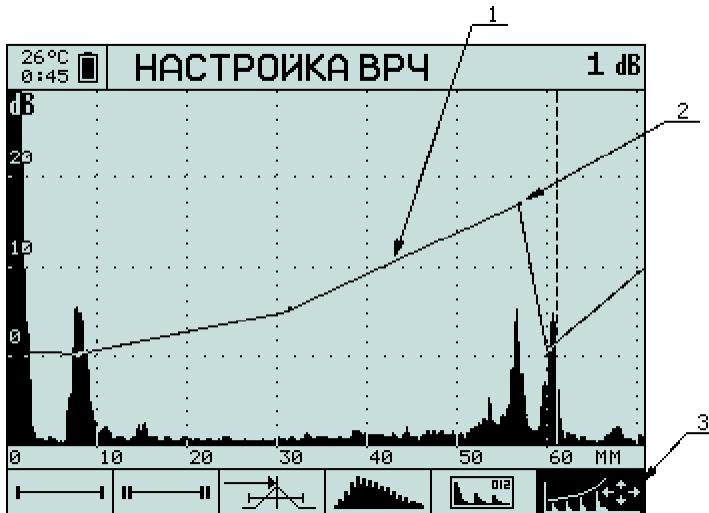

Рисунок 5.24 – Экран прибора при настройке ВРЧ: 1 – кривая ВРЧ; 2 – узловые точки ВРЧ; 3 – активная пиктограмма
5.10.10 Нажмите « MENU». Появится режим «НАСТРОЙКА ВРЧ», пиктограмма  изменится на  (рис. 5.24).